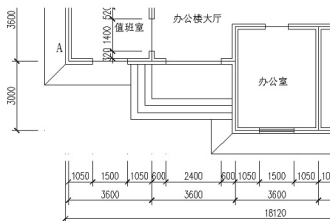

图 3.55 向左延伸尺寸线
(1) 单击【修改】工具栏上的【延伸】图标  或在命令行输入“Ex”并按 Enter 键,启动【延伸】命令。
(2) 在选择对象或 <全部选择>:提示下,选择如图 3.55 所示的外墙外边线 A,则 A 墙线变虚,指定了外墙线 A 作为延伸边界。
(3) 按 Enter 键进入下一步。
(4) 在选择要延伸的对象,或按住 Shift 键选择要修剪的对象,或[栏选(F)/窗交(C)/投影(P)/边(E)/放弃(U)]:提示下,输入“E”并按 Enter 键。
(5) 在输入隐含边延伸模式 [延伸(E)/不延伸(N)] <不延伸>:提示下,输入“E”并按 Enter 键,表示沿自然路径延伸边界。
(6) 在选择要延伸的对象,或按住 Shift 键选择要修剪的对象,或[栏选(F)/窗交(C)/投影(P)/边(E)/放弃(U)]:提示下,单击 18000 尺寸线的左端点,这时第三道总尺寸左边的尺寸界线延伸到外墙线 A 处,结果如图 3.55 所示。
(7) 按 Enter 键,结束【延伸】命令。